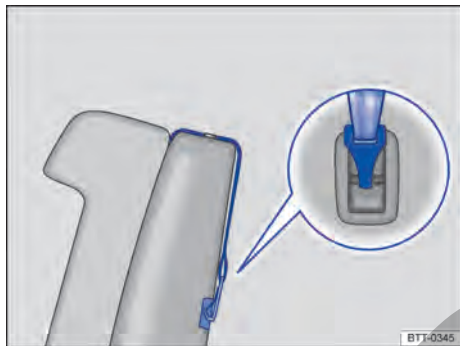

Fig. 35 Ejemplo de un cinturón de fijación superior abrochado.
- Si se provee junto con el asiento para niños, coloque el cinturón de fijación superior (Top Tether) del asiento para niños entre el respaldo del asiento trasero, fijándolo al terminal de enganche que se encuentra en la parte posterior del respaldo del asiento → fig. 35.